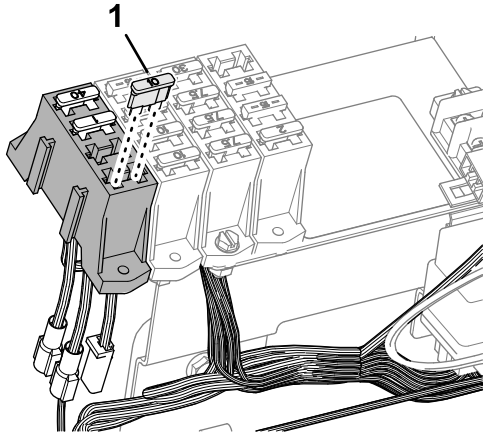

Figura 21
- Inserite il fusibile (10 A) nello slot del portafusibili per il connettore OPTIONS POWER (Figura 21).